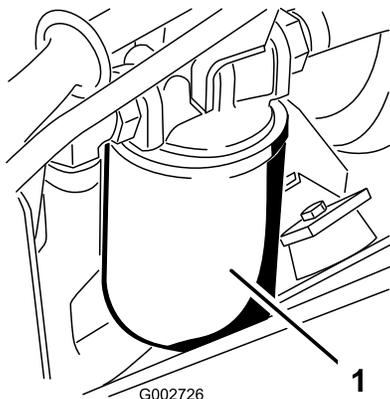

Figura 46
4. Coloque um recipiente de escoamento debaixo do filtro hidráulico, que se encontra no lado esquerdo da máquina (Figura 46).
7. Monte o novo filtro hidráulico (Figura 46) rodando-o manualmente até que a junta entre em contacto com a cabeça do filtro, apertando em seguida o filtro mais 3/4 de volta.